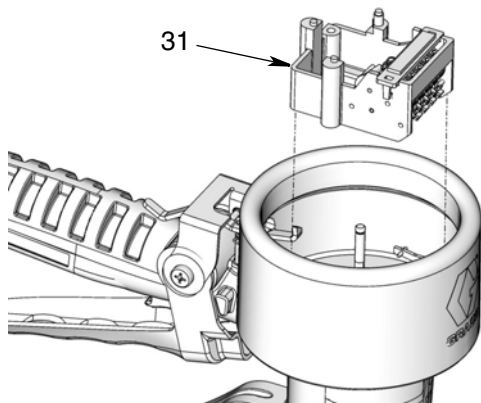

FIG. 31
1. Instale o conjunto do contador (31) (FIG. 31).